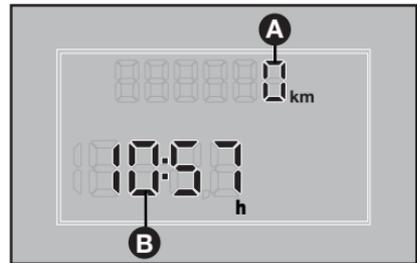

fig. 50
- Cuentakilómetros total (**A-fig. 50**).
- Reloj (**B-fig. 50**).